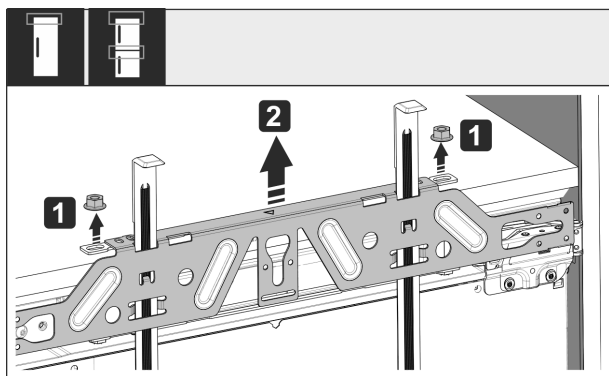

Fig. 54
- ▶ Shtrengoni kundërdadot Fig. 54 (1).
- ▶ Hiqni traversën e mbërthimit Fig. 54 (2).